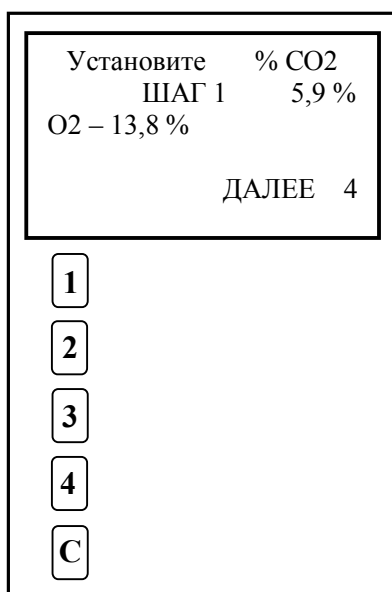

Рисунок 20
14.5 С помощью функциональных клавиш задайте время тренировки, например, 20 мин. Далее пользователь устанавливает количество шагов тренировки. Программа автоматически разделяет общее время тренировки на равные промежутки, соответствующие количеству шагов. Количество шагов задается исходя из того, сколько раз за время тренировки вы предполагаете изменить концентрацию газов в дыхательной смеси. Например, если вы считаете необходимым при общем времени тренировки 21 мин создать вводный этап (шаг 1), основной этап (шаг 2) и завершающий этап (шаг 3), то, задав число шагов 3, программа автоматически разделит общее время тренировки на 3 шага по 7 минут каждый. Далее программа предлагает ввести с помощью функциональных клавиш «1» и «2» концентрацию углекислого газа и кислорода на каждом шаге тренировки (Рис.20).